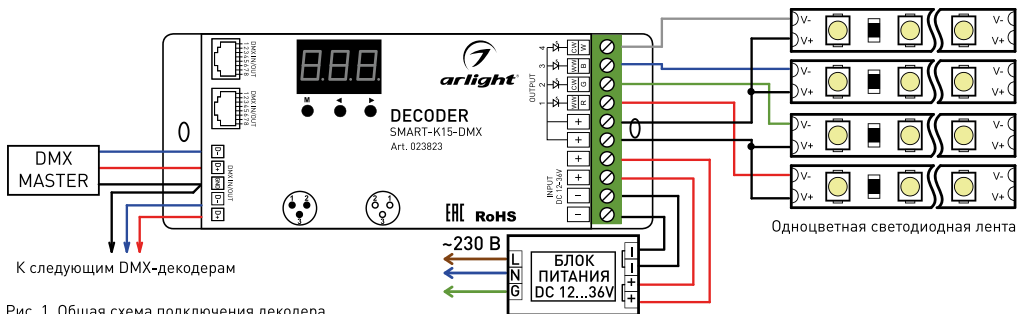

Рис. 1. Общая схема подключения декодера.
- 3.3. Согласно схеме (рисунок 1), подключите светодиодную ленту или другой совместимый светодиодный источник света к выходу **OUTPUT** декодера. Подключите источник DMX-сигнала к входу **DMX INPUT**. Подключите источник питания к входу **INPUT 12-36V**. Соблюдайте полярность и порядок подключения проводов к клеммам.